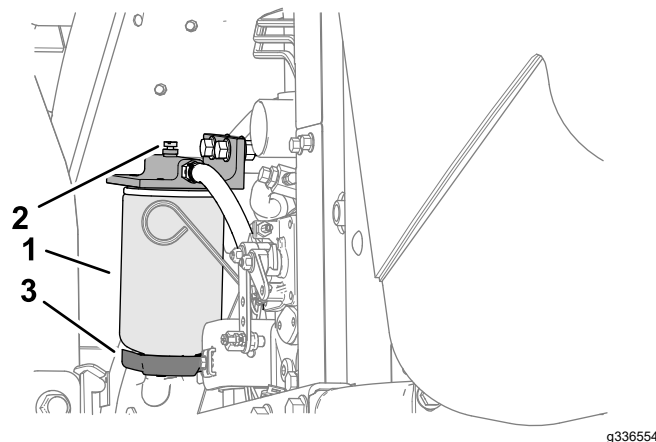

Figura 73
4. Afrouxe a válvula de drenagem na parte inferior do canister do filtro(Figura 73).
3. Limpe a área onde o canister do filtro está instalado (Figura 73).